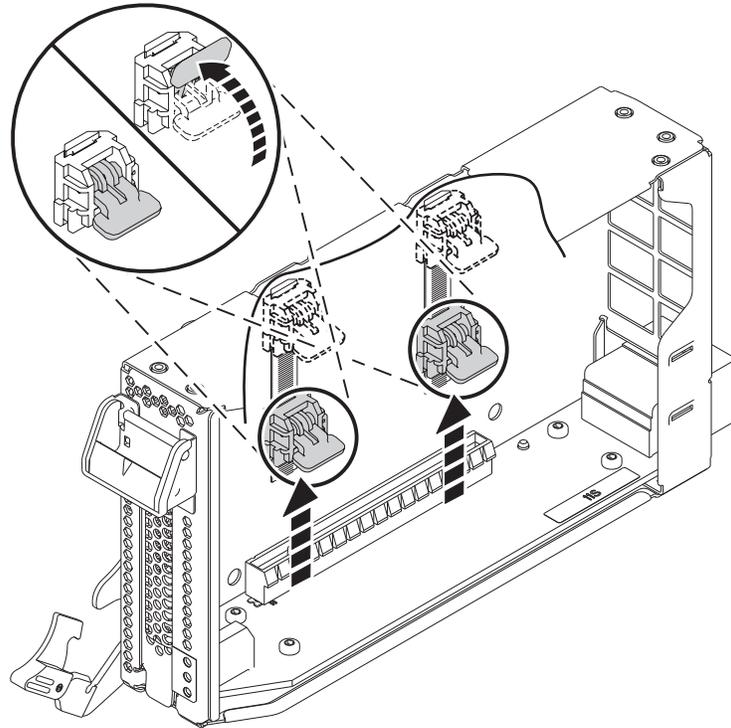

Figura 40. Desbloquear os trincos da cassetete
- a. Desbloqueie ambos os trincos da cassete rodando-os como é mostrado na Figura 40 na página 41.
- b. Empurre para cima os trincos da cassete na direcção da extremidade superior da cassete, tal como é mostrado na Figura 40 na página 41.